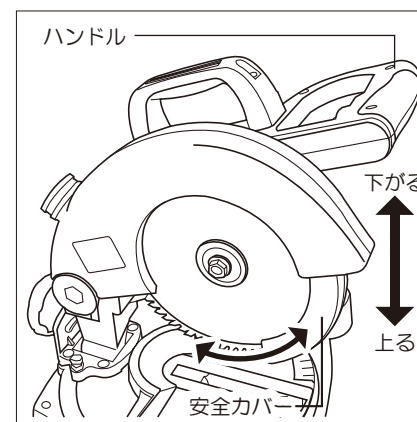

図22
- ①安全カバーは、ハンドルを下げると自動的に上がり、切り終わってハンドルを上げると元に戻ります。(図22参照)
- ②安全カバーの作動が不完全のまま使用したり、故意に任意の位置で固定、又は、取り外したりのご使用は絶対にしないでください。
- ③安全カバーは、いつも円滑に作動することを確認してご使用ください。
- ④安全カバーが異常なときは、そのまま使用しないで修理に出してください。